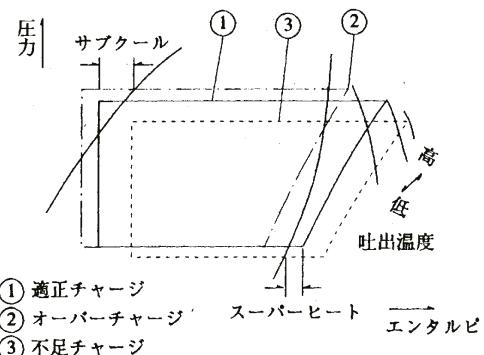

図13-2. 冷媒チャージ量とモリエル線図
- ・不足の場合は、高圧が低く、サブクールが小さく、スーパーヒートが大きく、吐出温度が高い。このことをモリエル線図に図示すると 図13-2のようになります。